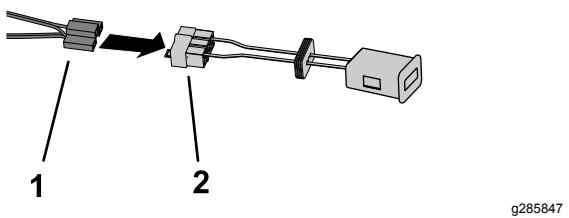

Figura 3
4. Ligue o contador de horas sem fios à cablagem do CHSF (Figura 3).